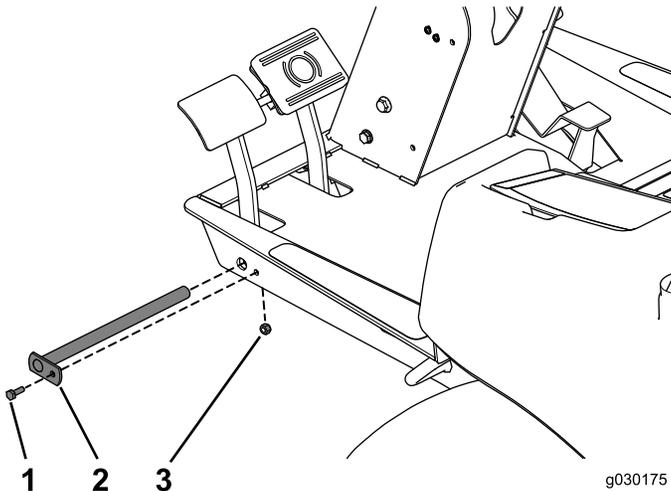

Figure 1
5. Retirez le boulon qui fixe la goupille de maintien des pédales de frein (Figure 1).